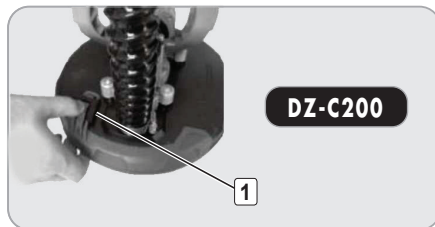

Fig.8
- Apasati butonul de dezasamblare a discului Fig 8 (1)